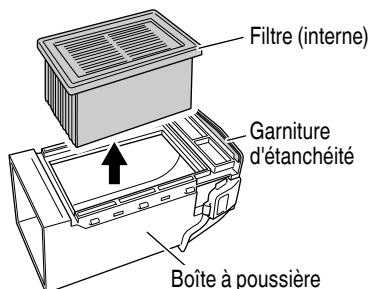

Fig. 17
- (2) Retirer le filtre depuis l'intérieur et le remplacer par un filtre neuf. (Fig. 17)